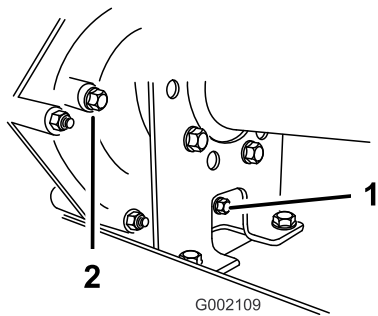
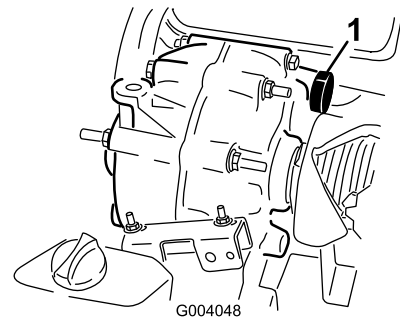

图 56
图 57
2. 用抹布清洁加注塞和排油塞周围的区域图 56。
4. 逆时针旋转加注塞然后将其取出 (图 56)。
5. 逆时针旋转排放塞然后将其取出 (图 56)。
6. 将排放塞和垫片安装到变速箱的排放塞孔中并拧紧图 56。
7. 通过加注塞孔向油箱图 57 注入约 1.4L 指定液体或直到变速箱中的液位与螺纹底部齐平图 56。
8. 将加注塞和垫片安装到变速箱的加注塞孔中并拧紧图 56。
10. 检查液位如果液位低于加注塞孔的螺纹应添加更多液体图 56。